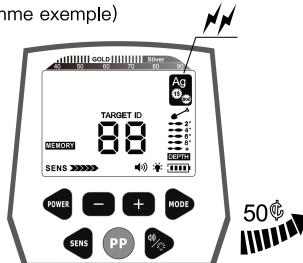

Fig.13
- d. Lors du balayage de la pièce d'argent de 50¢, le détecteur réagit, indiquant qu'il a mémorisé la pièce d'argent de 50¢. Lors du balayage des cinq autres échantillons, le détecteur ne réagit pas. (Voir Fig.13, prendre la pièce de 50¢ en argent comme exemple)